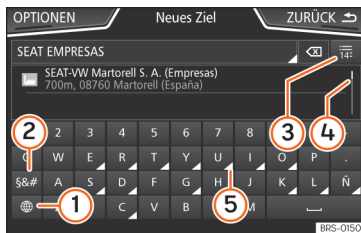

Abb. 147 Eingabemaske mit Bildschirmtastatur.
In der Eingabezeile werden die Übereinstimmungen vorgeschlagen » Abb. 147 ④. Im Falle von zusammengesetzten Namen muss auch das Leerzeichen eingegeben werden.